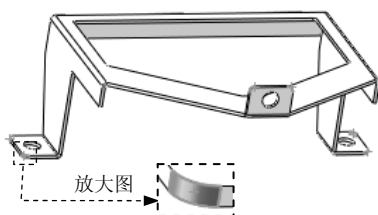
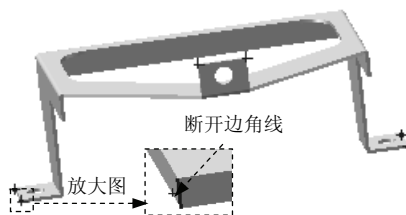

图 2.23 断开-边角 1
图 2.24 断开-边角线
Step11. 创建图 2.23 所示的钣金特征——断开-边角。选择下拉菜单 **插入(I)** → **钣金(B)** → **断裂边角(E)...** 命令（或在工具栏中选择 → **断开边角/边角剪裁** 命令）；选取图 2.24 所示的模型边缘为生成断裂边角的边线；在 **角度(A)** 区域的 文本框中输入角度值 90.0；在“断裂边角”对话框 **法兰长度(L)** 区域的 下拉列表中选择 **给定深度** 选项，在 文本框中输入深度值 30.00mm。在此区域中单击“外部虚拟交点”按钮 ；在 **法兰位置(N)** 区域中单击“折弯在外”按钮 ；单击 按钮，完成断裂-边角的创建。
命令); 激活**折断边角选项(B)**区域的按钮, 选取图 2.24 所示的各边线。在**折断类型:**区域下单击“圆角”按钮, 在文本框中输入距离值 5.00mm; 单击按钮, 完成断开-边角的创建。